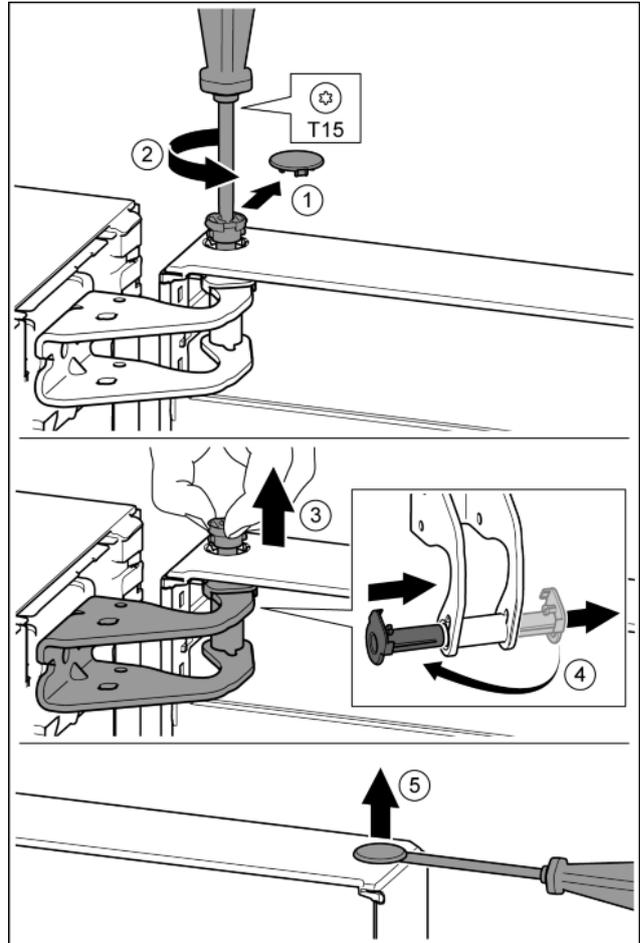

Fig. 13
- ▶ Desprindeți cu precauție capacul de siguranță. Fig. 13 (1)
- ▶ Extrageți puțin boltul prin rotire cu șurubelnița T15. Fig. 13 (2)
- ▶ Țineți ferm ușa și extrageți boltul cu degetele. Fig. 13 (3)
- ▶ Extrageți cuzinetul din ghidaj. Introduceți din partea opusă și fixați în poziție. Fig. 13 (4)
- ▶ Ridicați cu precauție dopul din cuzinetul ușii cu o șurubelniță plată și extrageți-l. Fig. 13 (5)